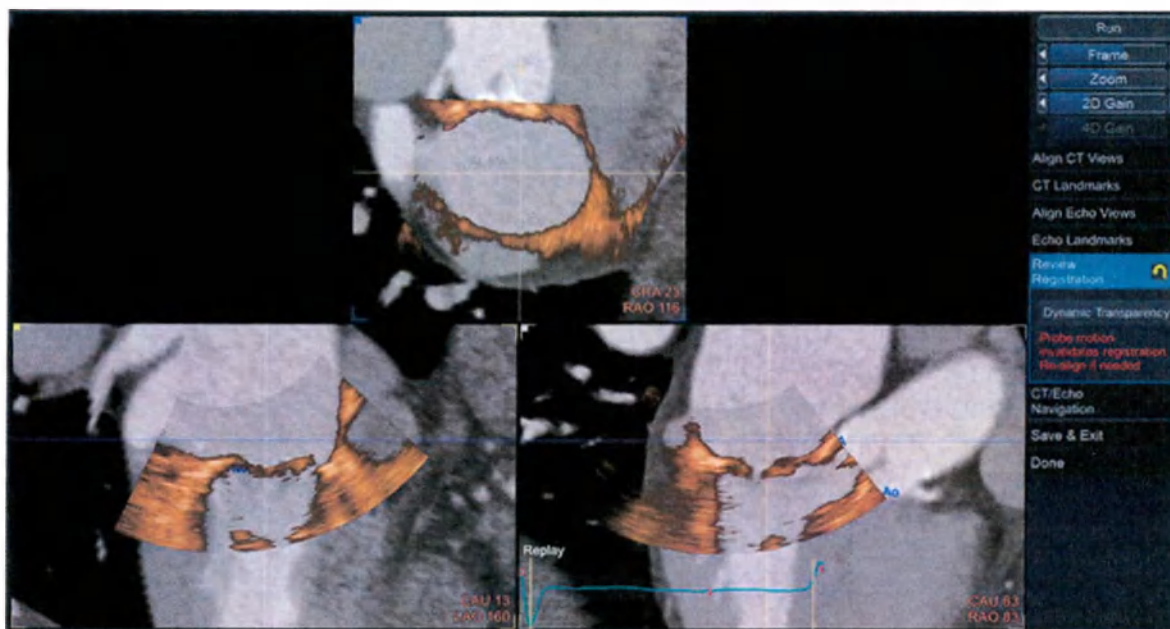

Рис. 6-35. Обзор фазы совмещения
5. Отредактируйте совмещение, если оно оказалось неудачным, перенося или вращая наложенный поверх КТ-изображения ультразвуковой снимок (см. Рис. 6-35). Если включена функция *Dynamic Transparency* (Динамическая прозрачность), прозрачность УЗ-изображения будет постоянно колебаться.